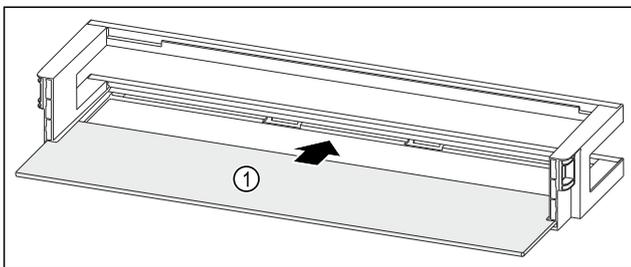

Fig. 97 Лотки на дверцятах з полицею
- ▶ Посуньте полицю Fig. 97 (1) у бічні пази.